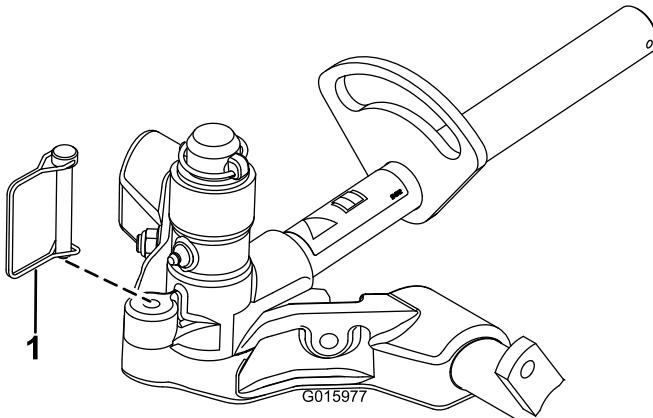

Figura 17
11. Per bloccare (fissare) lo sterzo sugli apparati di taglio, fissate la forcella al telaio portante con il perno di ritenuta (Figura 17).